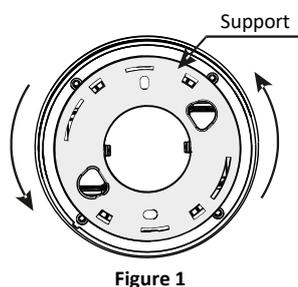

Figure 1
1. Tourner le support dans le sens inverse des aiguilles d'une montre pour le séparer du détecteur (**figure 1**)